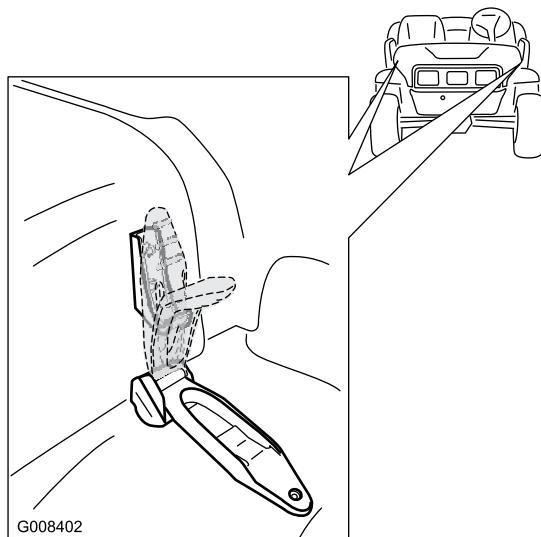

Figure 22
- Soulevez la poignée des loquets en caoutchouc de chaque côté du capot (Figure 22).
- Fixez le capot en alignant les loquets en caoutchouc sur les ancrages de verrouillage de chaque côté du capot (Figure 22).